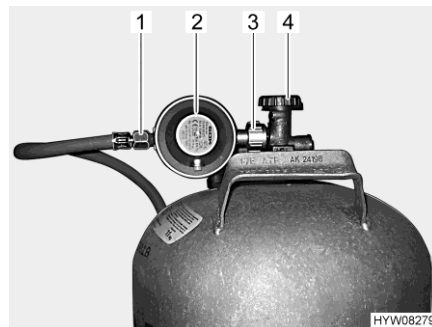

Bild 136 Anslutning gasflaska
- Stäng huvudavstängningsventilen (Bild 136,4) på gasflaskan. Beakta pilriktningen.
- Håll fast gastryckregulatorn (Bild 136,2) och öppna muttern (Bild 136,3) (vanligen vänstergänga).
- Tag bort gastryckregulatorn med gaslangan (Bild 136,1) från gasflaskan.
- Sätt gastryckregulatorn (Bild 136,2) med gaslangan (Bild 136,1) mot gasflaskan och dra åt muttern (Bild 136,3) (vanligen vänstergänga). Dra **inte** åt för hårt.